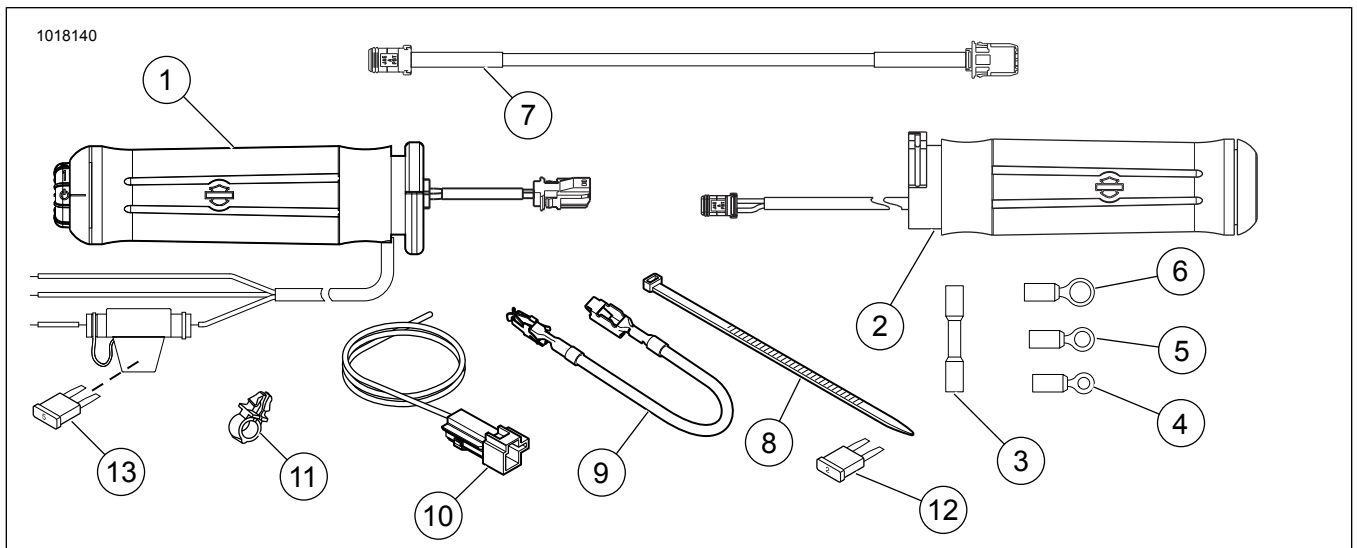

Figure 22. Pièces de rechange, kits de poignées chauffantes
3. Consultez Figure 22 . Dans le kit, sélectionnez la bonne cosse à anneau (4, 5 ou 6) pour placer la borne argentée (avec le fil rouge) sur le disjoncteur.
1. Consultez Figure 22 . Dans le kit, sélectionnez la bonne cosse à anneau (4, 5 ou 6) pour placer la borne argentée (avec le fil rouge) sur le disjoncteur.
2. Consultez Figure 22 . Dans le kit, sélectionnez la bonne cosse à anneau (4, 5 ou 6) pour placer la borne argentée (avec le fil rouge) sur le disjoncteur.
- Consultez Figure 22 . Branchez le faisceau de l'adaptateur (10) inclus dans le kit dans le connecteur B+.
Consultez Figure 22 et Tableau 1 .